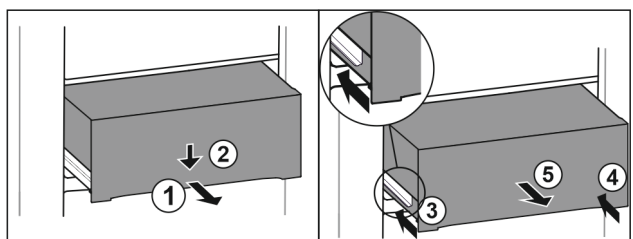

Fig. 155
- Izvucite ladicu na pola. Fig. 155 (1)
- Pritisnite ladicu naprijed prema dolje. Fig. 155 (2)
- Gurnite lijevu vodilicu za oko 2 cm. Fig. 155 (3)
- Gurnite desnu vodilicu za oko 2 cm. Fig. 155 (4)
- Izvadite ladicu prema naprijed. Fig. 155 (5)